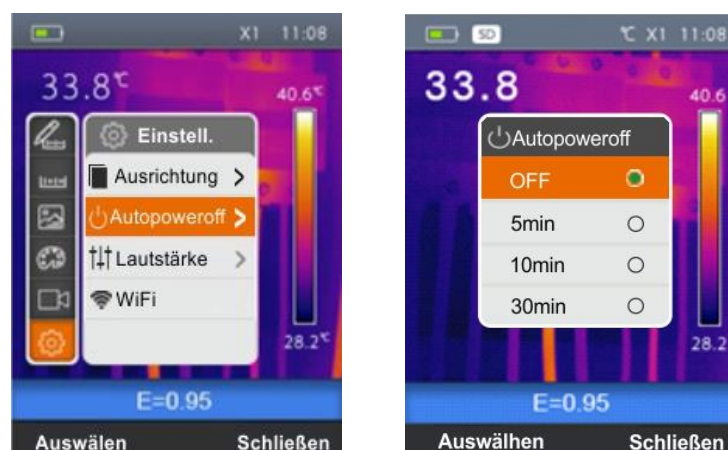

Abb. 14: Einstellung des Ausrichtungsabstands
1. Wählen Sie "AutoPowerOff" mit den \oplus oder \ominus Tasten aus und drücken Sie die Taste. Die Bildschirmseite Abb. 14 – Rechte Seite erscheint im Display.